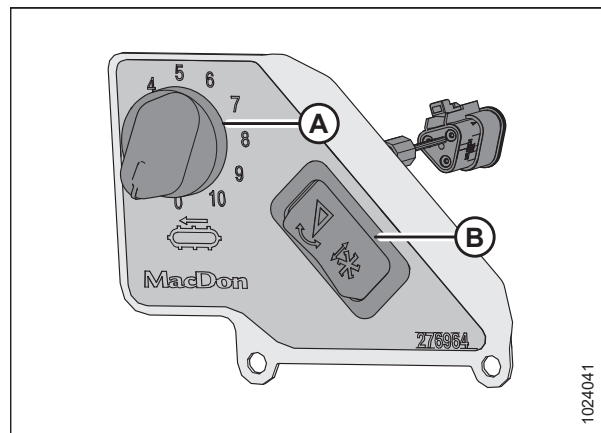

Figure 3.386: Commande de vitesse des tapis latéraux en cabine
Le commutateur (B) de la figure 3.386, page 271 permet à l'opérateur de basculer entre les commandes d'inclinaison de la plateforme et d'inclinaison avant-arrière du rabatteur. Pour obtenir des instructions sur les commandes, consultez Réglage de l'angle de la plateforme à partir de la moissonneuse-batteuse, page 236.